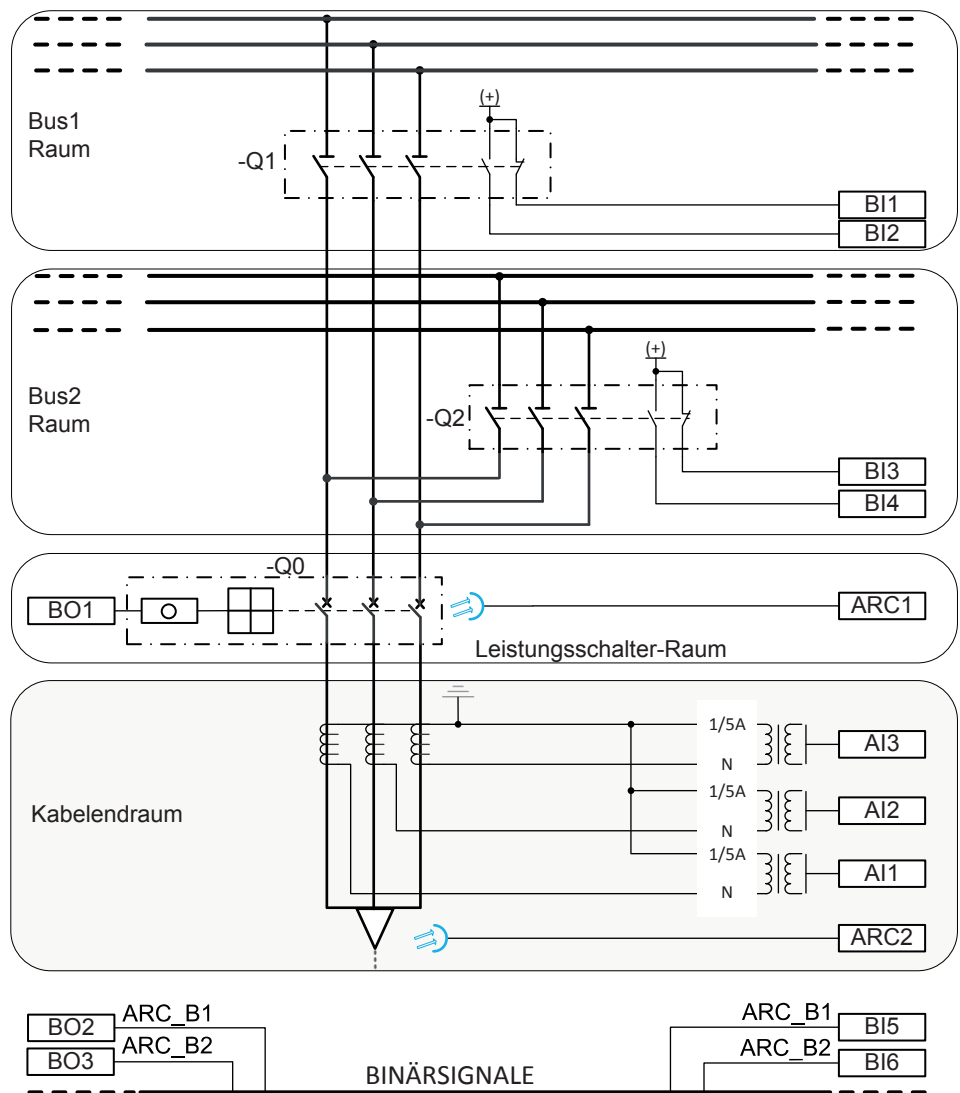

Abb. 74: Anschluss Schaltbild für den Abgang +J2
Abbildung 74 zeigt die Binäreingänge (BI), Binärausgänge (BO), analoge (AI) Eingangssignale und ARC-Eingänge.